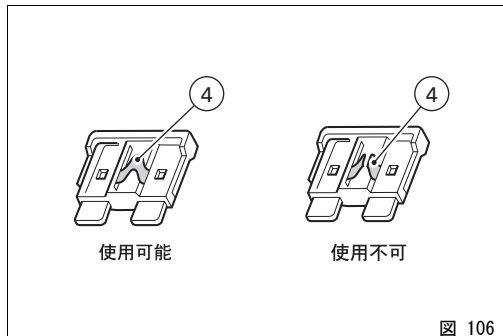

図 106
切れたヒューズは、内部のフィラメント (A) が切れていることから判断できます (4, 図 106)。